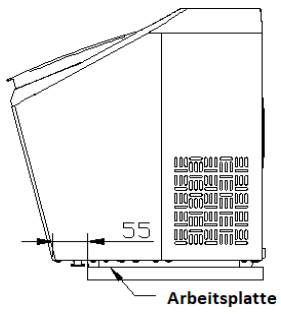
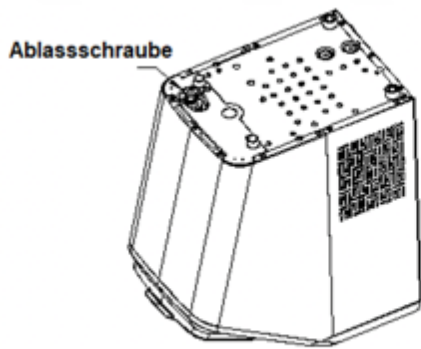
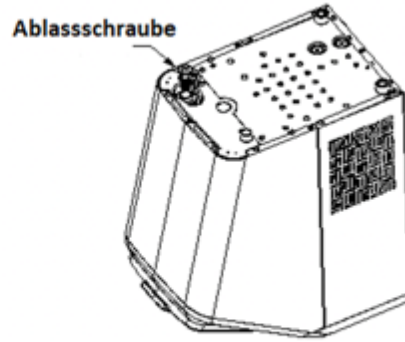

Abb.1
Abb.2
Abb.3
3. Bewegen Sie das Gerät nach vorne bis es 60mm zur Kante der Arbeitsplatte bleibt, und öffnen Sie die Ablassschraube, um das überschüssige Wasser zu entfernen (siehe Abb. 1, Abb.2 und Abb. 3).